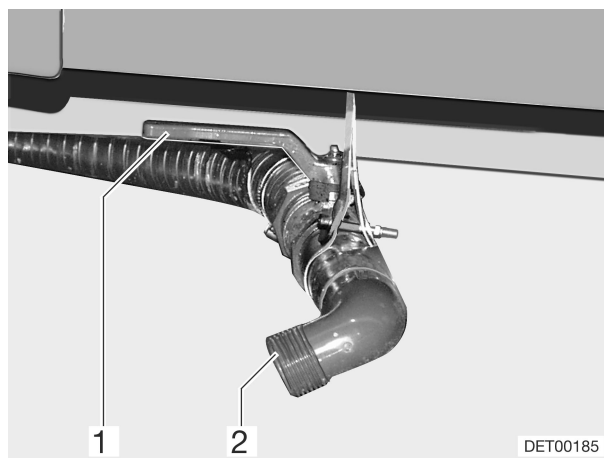

Bild 131 Abwasserhahn
Der Abwasserhahn (Bild 131,1) für die Abwasserentsorgung befindet sich auf der rechten Fahrzeugseite.
- Geeigneten Ablaufschlauch an den Abwasser-Ablaufstutzen (Bild 131,2) montieren oder geeigneten Auffangbehälter (120 l) unter den Abwasser-Ablaufstutzen stellen.
- Abwasserhahn (Bild 131,1) öffnen. Abwasser läuft ab.